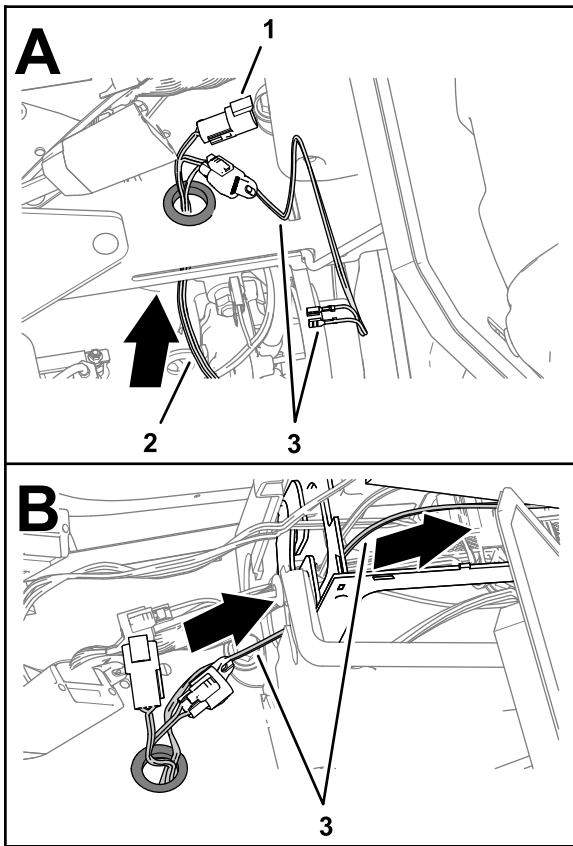

Figura 98
1. Enrute la rama del arnés de cables marcada REMOTE ENGAGE SWITCH por el anillo de goma (Figura 98) que instaló en 16 Perforación de la base de la consola (página 32).
2. Enrute la rama del arnés de cables marcada REMOTE ENGAGE SWITCH a la consola central (Figura 98).